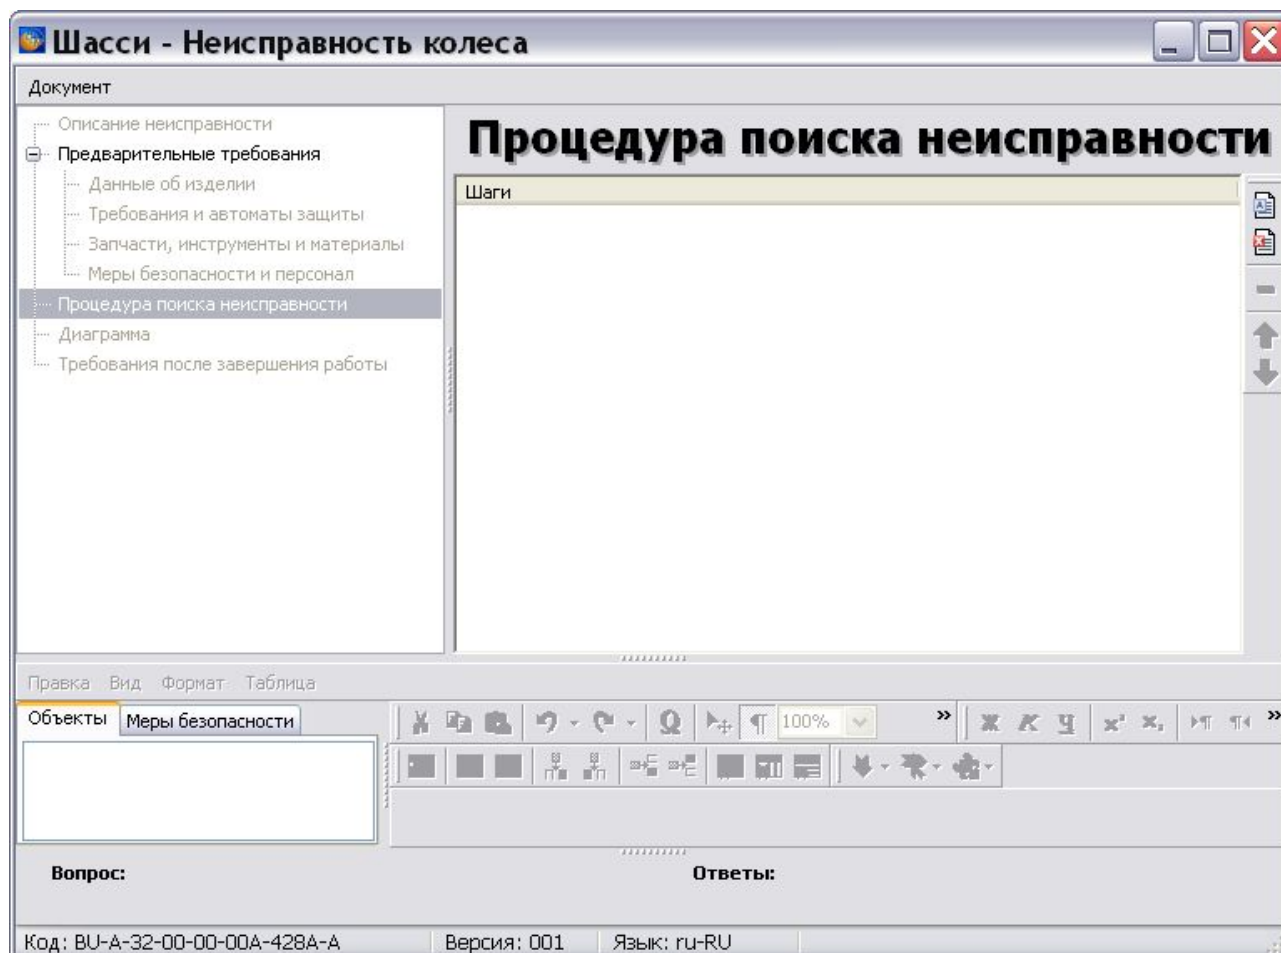

Рис. 6.2
5. Выделите версию и нажмите на кнопку . При этом откроется окно редактора (Рис. 6.2).
Область разделов редактора расположена в левом верхнем окне. Разделы представлены в виде дерева. Вид правого окна редактора зависит от выбранного раздела. По умолчанию загружен раздел «Процедура поиска неисправности» (Рис. 6.2).